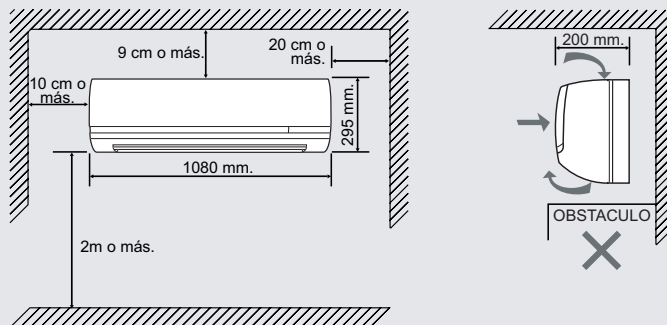

Figura 1
- Deje el espacio sugerido en la Figura 1 para fácil acceso o para remover los filtros, para una buena corriente de aire y por seguridad.
- Asegúrese de dejar los espacios sugeridos en la Figura 1.